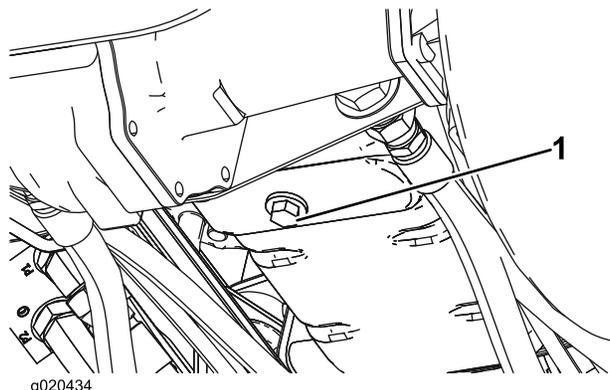

Figura 50
1. Retire o tampão de escoamento (Figura 50) e deixe o óleo escorrer para um recipiente adequado. Quando o óleo for drenado, volte a montar o tampão de escoamento.